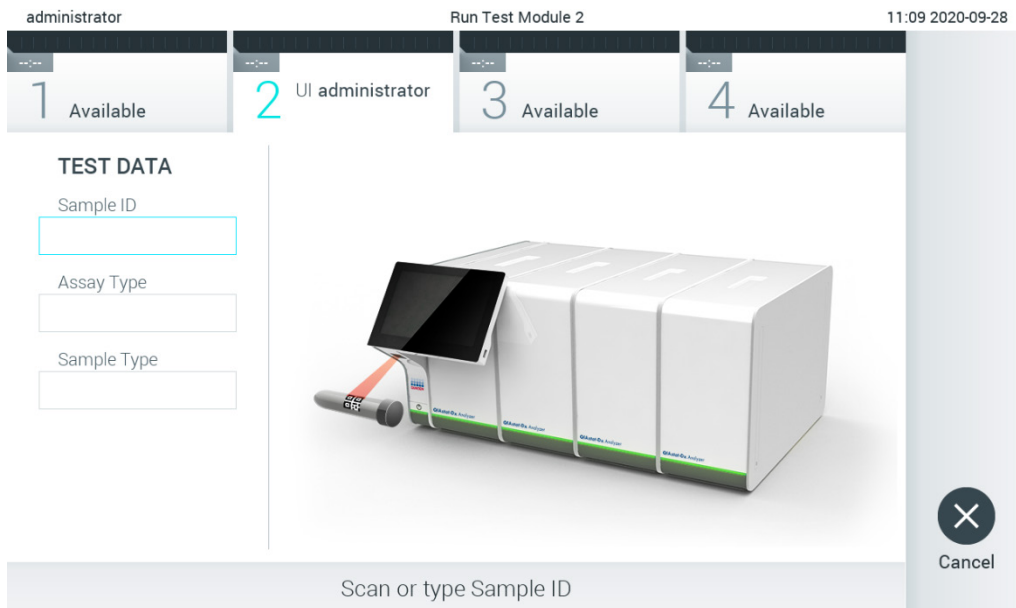

図 81. サンプル ID バーコードをスキャン。
2. 指示されたら、操作モジュールに内蔵のバーコードリーダーを使用してサンプル ID バーコードをスキャンします（図 81）。